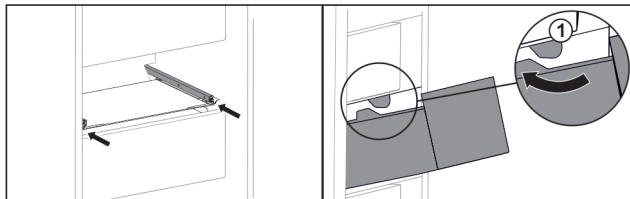

Fig. 115
- ▶ Schubfach um die Stopper Fig. 115 (1) herumführen.